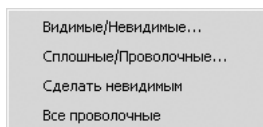

Рис. 1.120. Всплывающее меню пункта **Режима изображения тел** контекстного меню **Анимационного окна**
- щелкните в контекстном меню по пункту **Режим изображения тел**. Появится всплывающее меню, изображенное на рис. 1.120.